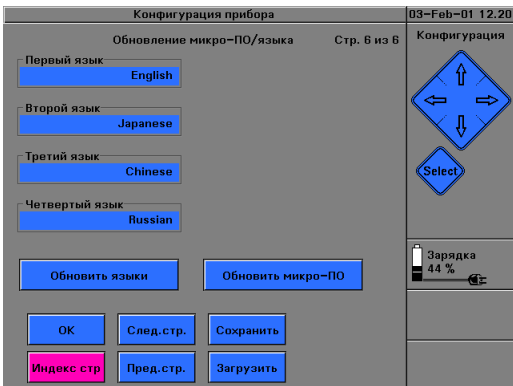

Рис. 53 Экран обновления микро-ПО и доступных языков интерфейса
- 4** Появится экран, на котором можно выбрать другой язык интерфейса, а также обновить доступные языки и установить новое микропрограммное обеспечение (Рис. 53).